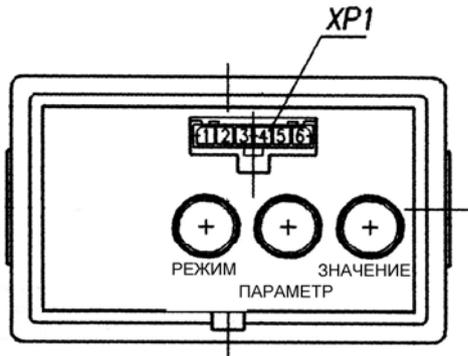

Рисунок 1.7 – Пульт программирования индикатором комбинированным
Пульт программирования 14 (рисунок 1.1) позволяет производить ручное программирование индикатора с помощью кнопок «Параметр» и «Значение» (см. рисунок 1.7), изменять режим отображения выводимых на ЖКИ параметров.
1.1 При первом нажатии на кнопку «Параметр» (см. рисунок 1.7), ЖКИ переходит в режим просмотра обозначения программируемого параметра и его числового значения. При повторных нажатиях на кнопку происходит циклическая смена параметров.
1.2 При последовательных нажатиях на кнопку «Значение» (см. рисунок 1.7) происходит смена числового значения установленного программируемого параметра.